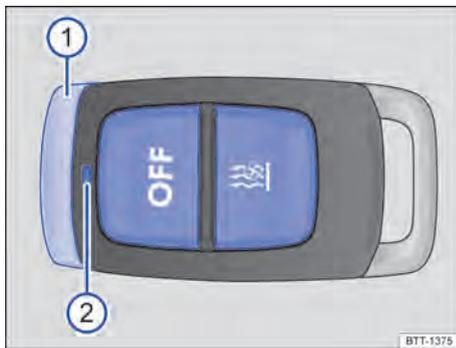

Fig. 125 Aquecimento estacionário: controle remoto.
- **Ligar:** pressionar o botão **☀** → Fig. 125. Quando a luz de controle verde se acender por aproximadamente 2 segundos, o aquecimento estacionário está ligado.